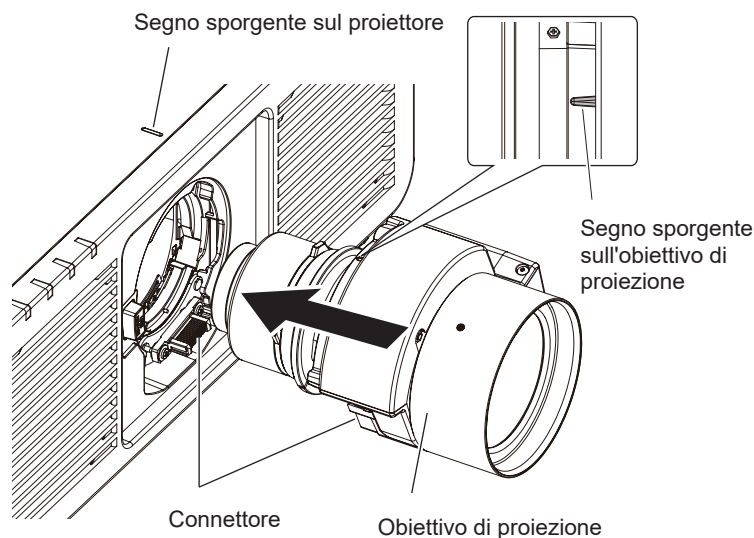

Fig. 2
2) **Allineare il segno sporgente sull'obiettivo di proiezione con il segno sporgente del proiettore e inserire l'obiettivo di proiezione fino in fondo. (Fig. 2)**